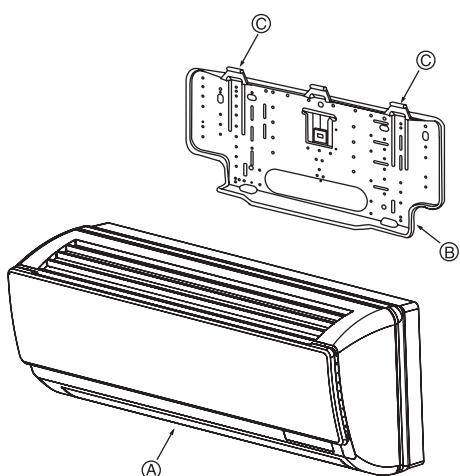

Fig. 3-8
① Wandbefestigung
3.3. Montage der Anlage (Fig. 3-8)
- ① Bringen Sie die Hängebefestigungen der Innenanlage sicher über den Schnepfepern der Wandbefestigung an.